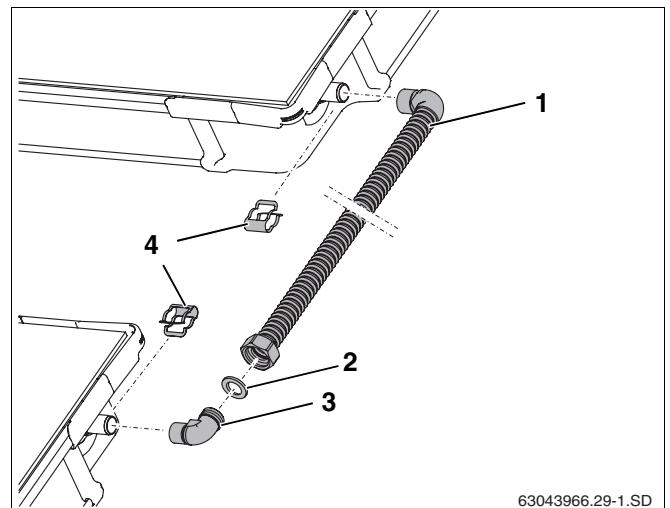

Fig. 60 Juego de conexión entre dos filas de colectores
Si necesita acortar el tubo de conexión (fig. 60, **pos. 1**), tenga en cuenta los pasos de montaje especificados en cap. "Creación de la superficie de obturación:", pág. 38.
- ▶ Coloque la junta (fig. 60, **pos. 2**) en la tuerca de racor.
- ▶ Coloque, oriente y enrosque el codo (fig. 60, **pos. 3**) en la tuerca de racor G1.
- ▶ Coloque el tubo de conexión (fig. 60, **pos. 1**) en las conexiones del colector y fíjelo con las abrazaderas (fig. 60, **pos. 4**) incluidas en el juego de conexión.